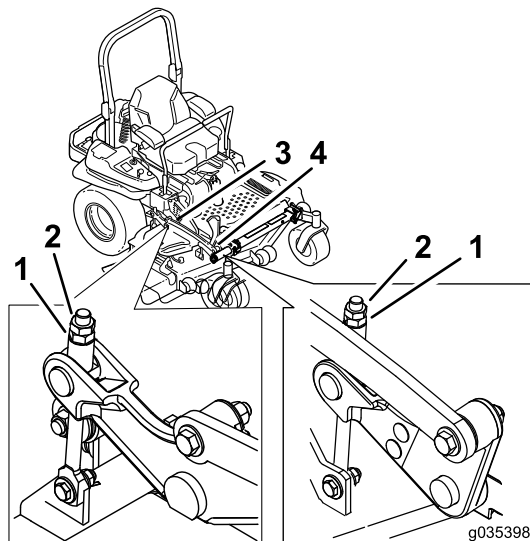

Figure 99
10. Ajustez précisément le serrage de l'écrou de réglage sur l'ensemble de levage du plateau avant (Figure 99).